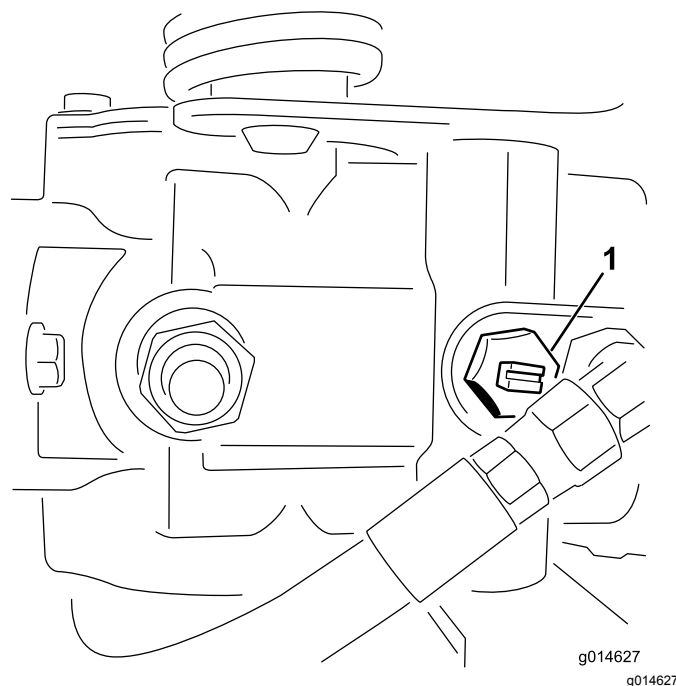

Figura 43
1. Girate la valvola bypass sulla pompa in modo che la scanalatura sia verticale (Figura 43).
2. Prima di avviare il motore chiudete la valvola bypass girandola in modo che la scanalatura sia orizzontale (Figura 43). Non avviate il motore quando la valvola è aperta.